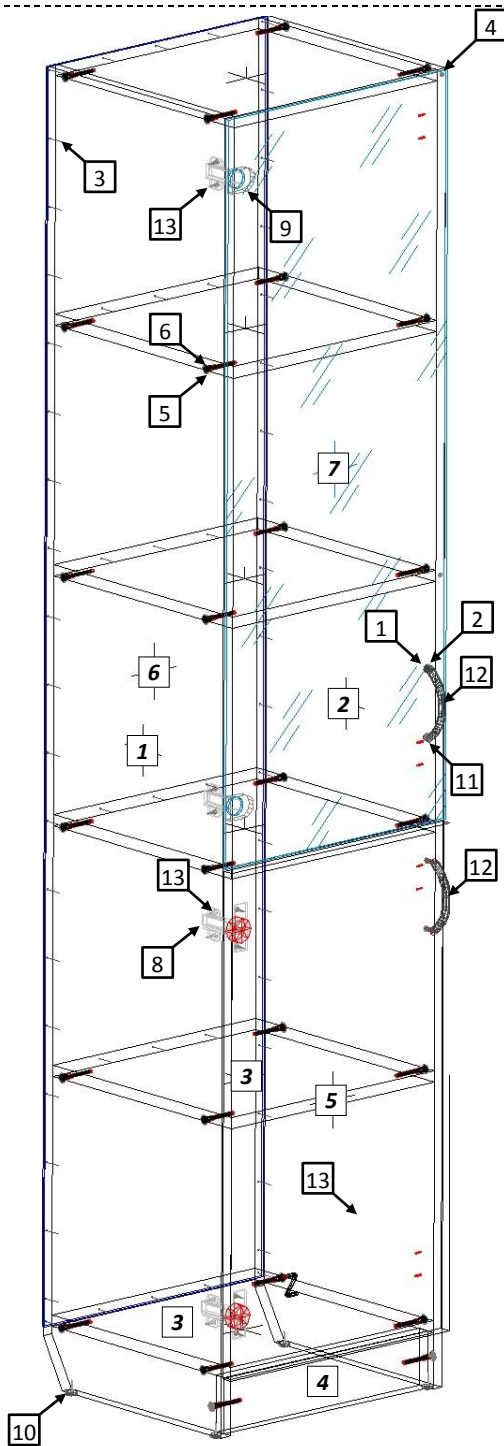

Рис. 1
- 4.1 Внимательно ознакомьтесь со схемой сборки, изображённой на рис. 1. Согласно позициям на схеме и комплекточной ведомости определите расположение деталей в изделии и порядок их сборки. Сборка производится на ровном полу, укрытом материалом, предотвращающим повреждение покрытия пола и деталей мебели. Подготовьте необходимые для сборки инструменты – плоскую и крестовую отвёртки, молоток, рулетку или линейку.